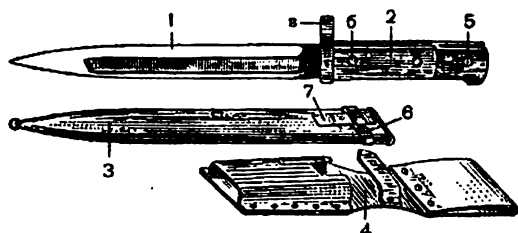

Рис. 35. Штык и ножны.
**Штык** (рис. 35) состоит из клинка 1, рукоятки штыка 2, ножен 3 и ремня 4.